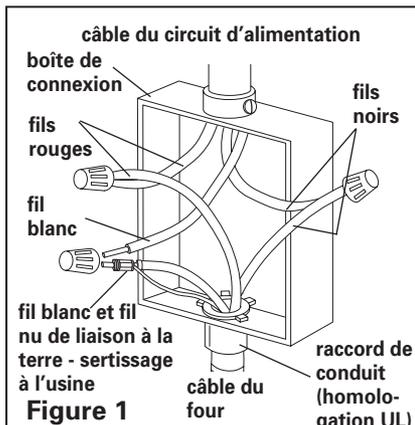

Figure 1
**7.** Connecter le fil nu et le fil blanc du câble de l'appareil (sertis à l'usine) au fil neutre (blanc) dans la boîte de connexion. Voir Figure 1.